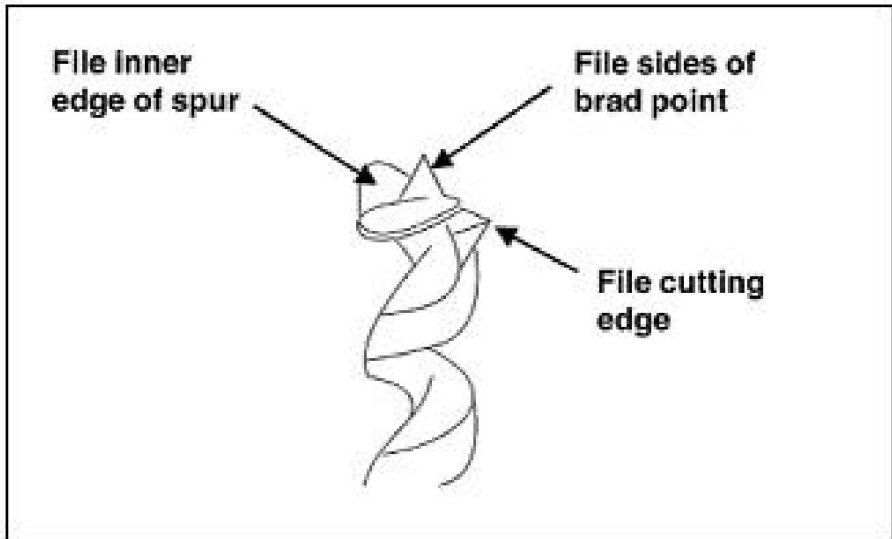

Fig 13
• Slipa biten genom att använda en liten, slät fil som följer den ursprungliga formen av biten. Fila insidan av sporren, sidorna av brad-spetsen och skäreppen inåt mot skärets räfflor. Se fig 13. Gör det inte fila den yttre kanten av sporren eftersom detta påverkar borrhålets diameter.